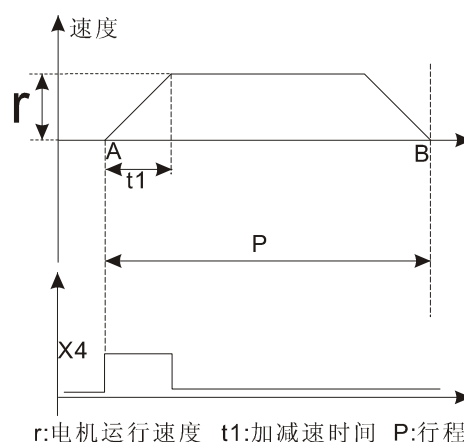

图 7.11 A-B 运行示意图
(1) 接收到触发信号后由 A 点运行至 B 点: (图 7.11)